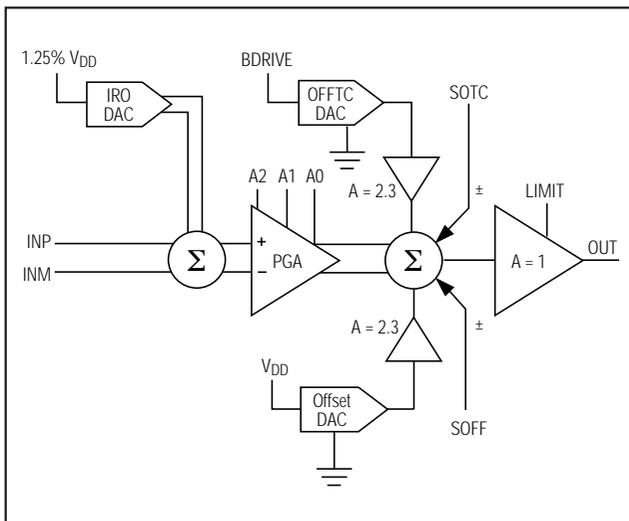

図2. 信号経路のブロック図
オフセットTC誤差を補償するには、まず補償前のオフセットTC誤差を測定し、次にこの誤差を補正するために出力サミングジャンクションに追加する必要がある温度依存電圧 V_{BDRIVE} の割合を求めます。出力サミングジャンクションに追加するBDRIVE電圧の値は、オフセットTC DACで調整します(図2)。
- 差動 - シングルエンド出力バッファ(図2)